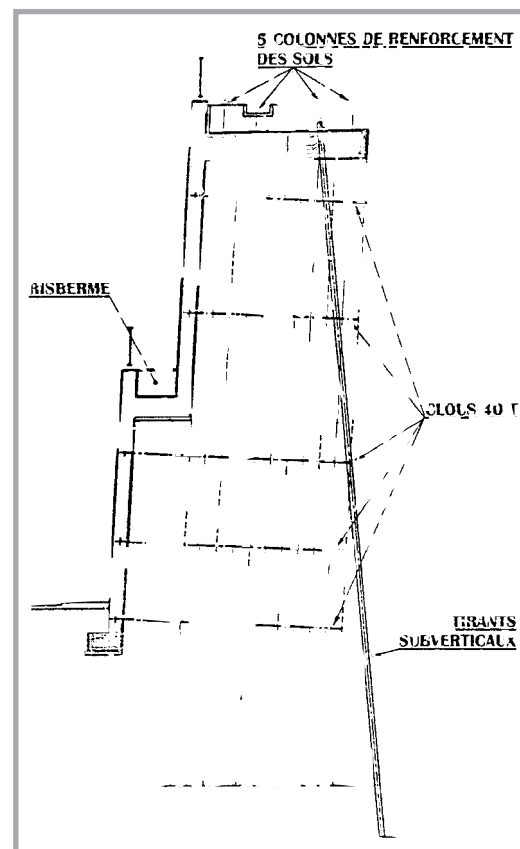

Figure 1
- ◆ murs associés à des colonnes de renforcement de sols (figure 1). Dans les sections où les emprises étaient insuffisantes pour mettre en place des tirants, il a été procédé à la mise en œuvre de murs associés à des colonnes de renforcement des sols selon le principe de phasage ci-après.